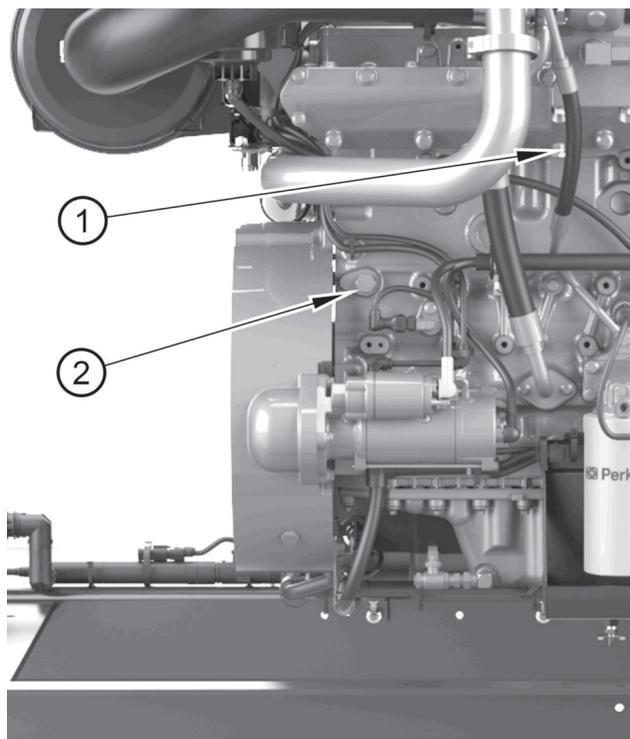

Figure 7
3. Retirez le bouchon de vidange (figure 7, repère 1) sur le collecteur d'échappement et le bouchon de prise d'échantillon situé sur le côté gauche du bloc-cylindres.